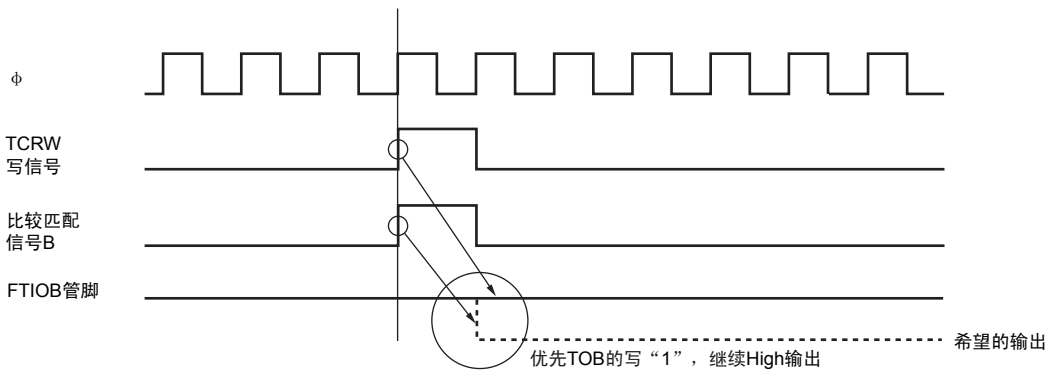

图 12.26 比较匹配和 TCRW 位操作指令发生竞争时的例子
5. TCRW的TOA~TOD位是决定在最初的比较匹配产生前的FTIO管脚输出值的位。如果发生一次比较匹配并且根据比较匹配FTIOA~FTIOD输出发生变化时,FTIOA~FTIOD管脚的输出值和从TOA~TOD位读取的值就会产生不一致的情况。另外,TCRW的写操作和比较匹配A~D的发生出现竞争时,写优先,比较匹配的输出变化在FTIOA~FTIOD管脚不被反映。因此,如果使用位操作指令对TCRW进行写操作,FTIOA~FTIOD管脚的输出值和预想的结果就会出现不一致的情况。如果在比较匹配运行中写TCRW,就必须在存取TCRW前使定时器计数器暂定,在读取端口8的状态后进行写操作,将FTIOA~FTIOD的输出值反映到TOA~TOD,然后再启动定时器计数器。比较匹配和TCRW的位操作指令发生竞争时的例子如图12.26所示。